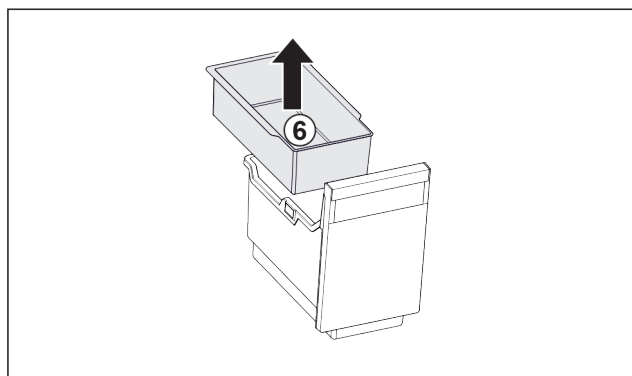

Fig. 26
- ▶ Извадете окачващата се поставка Fig. 26 (6).